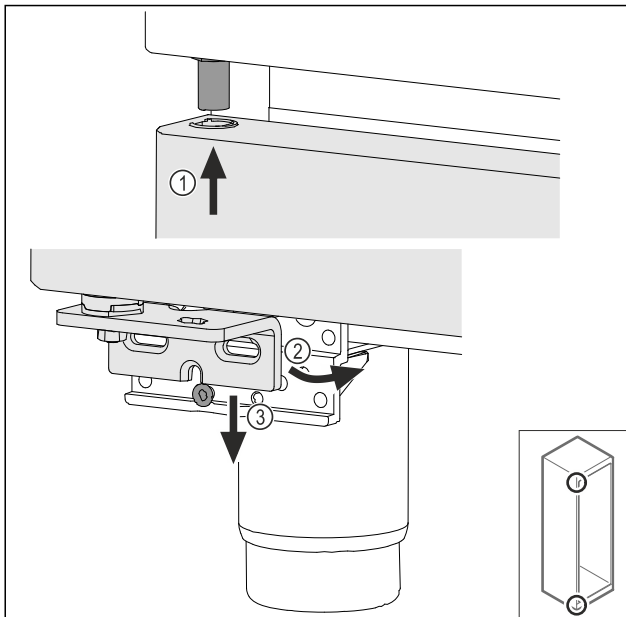

Fig. 43
- Futni derën të anuar paksa në pjesën lart Fig. 43 (1), vendosni derën drejt Fig. 43 (2) dhe mbështeteni poshtë mbi vidën e bazamentit mbështetës Fig. 43 (3).